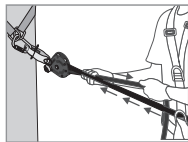
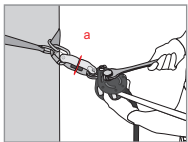

Fig. 3
Fig. 4
Når livlinen er installeret, skal der foretages en forjustering af spændingen ved manuelt at trække rebet (endeknude side - Fig. 3). Knasten (8) og knasthåndtaget (4) skal automatisk komme i kontakt med tovet. Fold knasthåndtaget ned (4), og anvend derefter en passende skruenøgle på spændingsjusteringsakslen (1) indtil spændeskiven (a) på spændingsindikator (2) drejer frit (Fig. 4). Så snart den bevæger sig frit, skal der IKKE STRAMMES MERE! Dette svarer til en for-spænding på linen på ca. 1 kN. Ved brug skal du regelmæssigt kontrollere denne spænding (drejning af spændeskiven) og juster om nødvendigt som beskrevet ovenfor.
**BEMÆRK!** Forsøg ikke at løse spændingsaksen (1) med nøglen, knasten (8) modstår løsning og modstår rotation mod uret. En væsentlig løsning i denne retning kan have alvorlige konsekvenser for systemets funktion og på rebets tilstand.